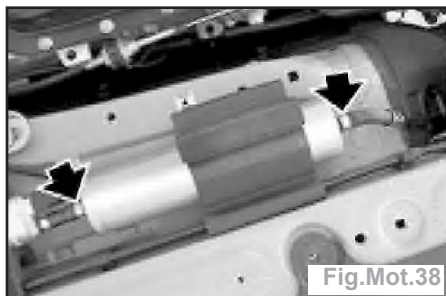

Fig.Mot.38
- Détacher les colliers (flèches) (Fig.Mot.38).